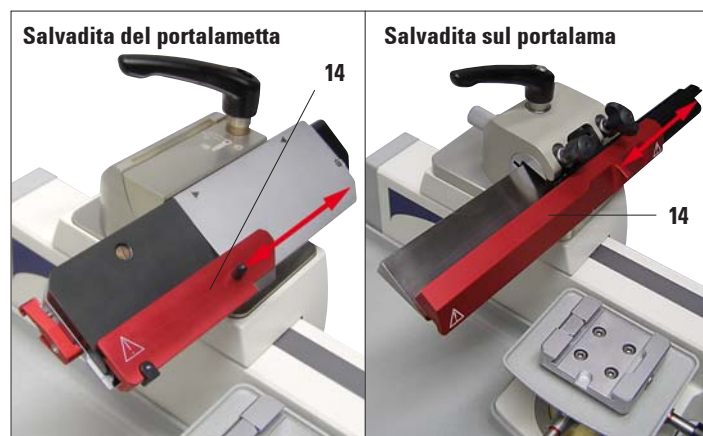

Figura 3
Il portalametta è dotato di un salvadita montato in modo fisso (14). In questo modo è possibile coprire completamente la lametta (figura 3).